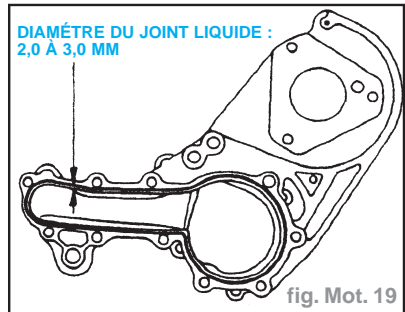

fig. Mot. 19
- Appliquer un cordon uniforme de joint liquide autour des surfaces de contact du carter de pompe comme indiqué (fig. Mot. 19).